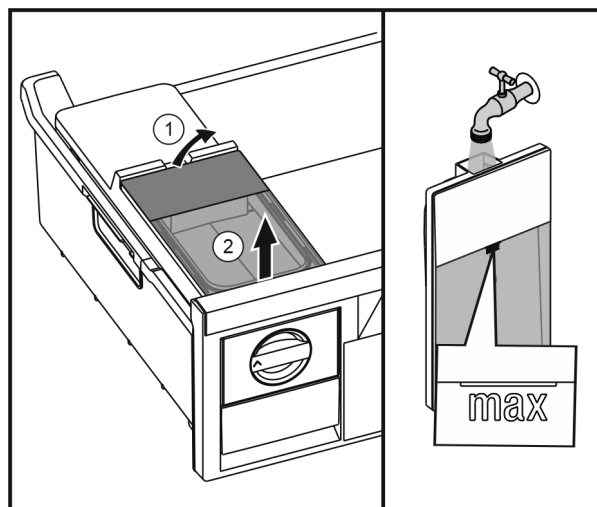

Fig. 32
- ▶ Nadvihnite nádržku na vodu zozadu Fig. 32 (1) a odoberte ju nahor Fig. 32 (2).